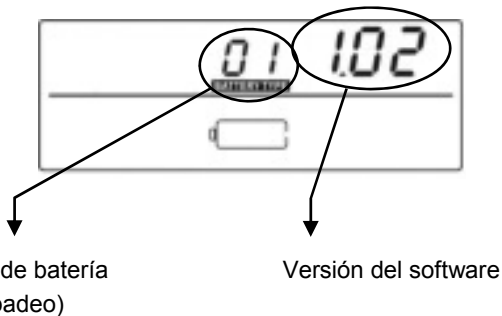

Figura 15: Versión del software
- La versión del software instalado se muestra en la esquina superior derecha de la pantalla (Figura 15);